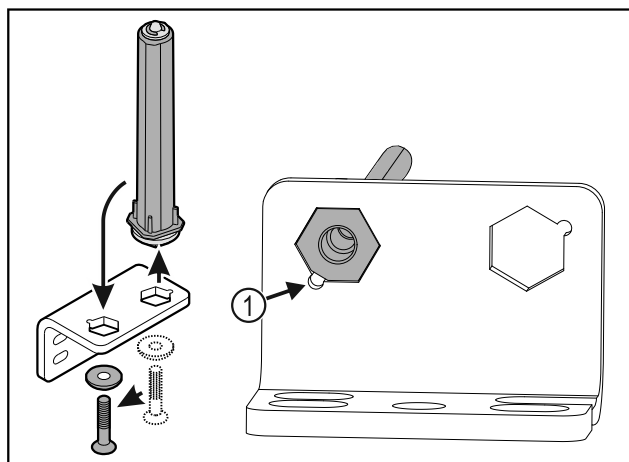

Fig. 34
- Observar que, al colocar, el bisel del perno Fig. 34 (1) apunte hacia el agujero redondo.